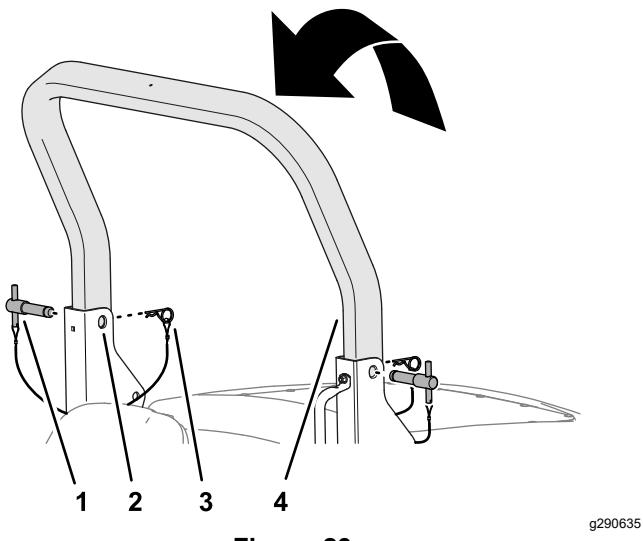

Figure 23
3. Tirez la partie supérieure de l'arceau de sécurité vers le haut jusqu'à ce que les trous de l'arceau de sécurité soient en face des supports de pivot (Figure 23).
4. Insérez les axes dans les trous supérieurs des supports de pivot et dans l'arceau de sécurité (Figure 23).
5. Fixez les axes de l'arceau de sécurité dans les supports de pivot avec les goupilles fendues (Figure 23).